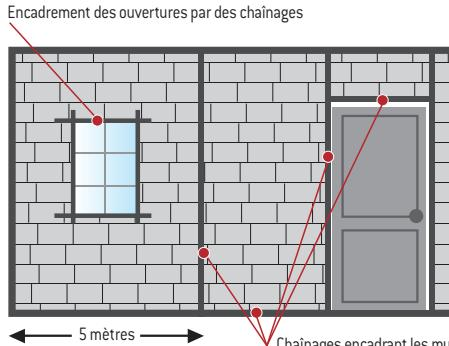

Figure 13. Ajout de chainages horizontaux et verticaux encadrant les maçonneries (élévation)
- Renforcement par ajout de chaînages en béton armé en vue d'améliorer la ductilité (fig. 13).